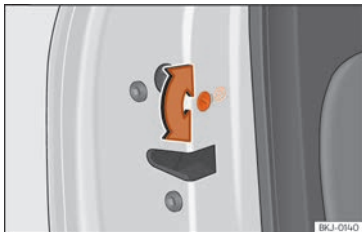

Fig. 139 Sicura per bambini della porta sinistra.
- Con la porta aperta, girare con la chiave del veicolo la feritoia in senso antiorario per le porte a sinistra »» **fig. 139** e in senso orario per le porte a destra.
- Con la porta aperta, girare con la chiave del veicolo la feritoia in senso antiorario per le porte a destra e in senso orario per le porte a sinistra »» **fig. 139**.